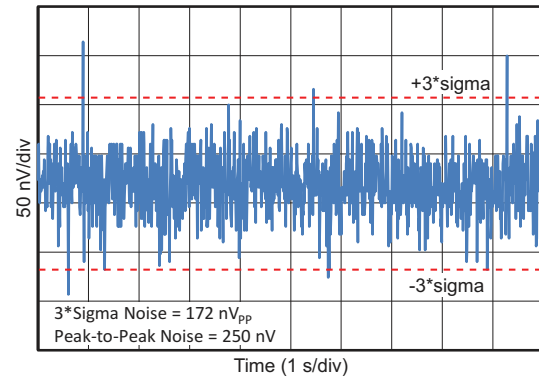

Figure 16. 0.1-Hz to 10-Hz Noise
0.1-Hz to 10-Hz Noise	<a href="#">Figure 16</a>